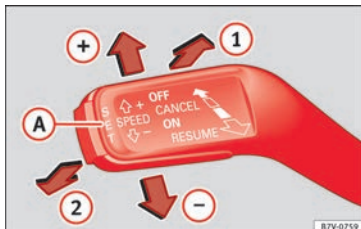

Fig. 47 Se placering på side 7.
- Aktivering af fartpilot: Træk armen til position **ON** (1) » Fig. 47. Systemet aktiveres, men da der endnu ikke er gemt nogen hastighed, regulerer systemet ikke endnu.
- Brug af fartpilot: Tryk på knappen **SET** (A) » Fig. 47. Den aktuelle hastighed gemmes, og systemet regulerer.
- Midlertidig deaktivering af fartpilots regulering: Tryk betjeningsarmen til position **CANCEL** (2) » Fig. 47, og slip, eller trød på bremse- eller koblingspedalen. Reguleringen deaktiveres midlertidigt.
- Genoptagelse af fartpilots regulering: Træk betjeningsarmen til position **RESUME** (1) » Fig. 47, og slip. Den gemte hastighed gemmes og indstilles på ny.
- Deaktivering af fartpilot: Placer den tredje betjeningsarm i positionen **OFF** (2) » Fig. 47. Systemet bliver deaktiveret, og den gemte hastighed bliver slettet.